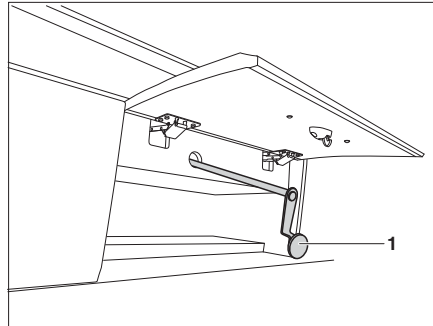

Bild 150 Notbedienung für elektrisches Hubbett
- ▷ Bei Stromausfall kann das elektrische Hubbett auch mit einer Notkurbel (Bild 150) bedient werden. Diese befindet sich hinter einer Staufach-Klappe.